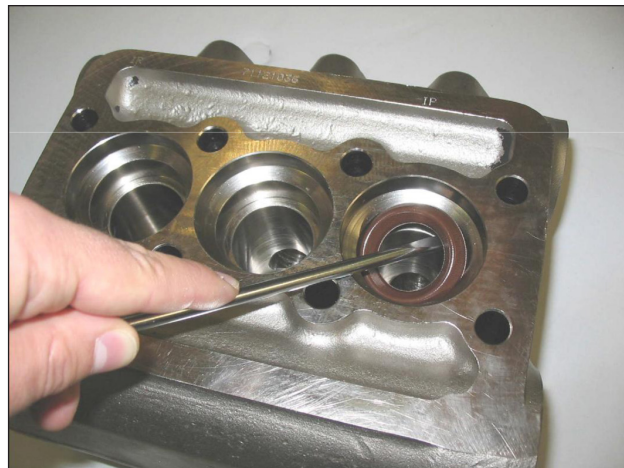

Fig. 21
C) Retire a retenção de alta pressão do cabeçote e as de baixa pressão do suporte relativo usando ferramentas simples como indicado na Fig. 21, tomando cuidado para não danificar os respectivos assentos.